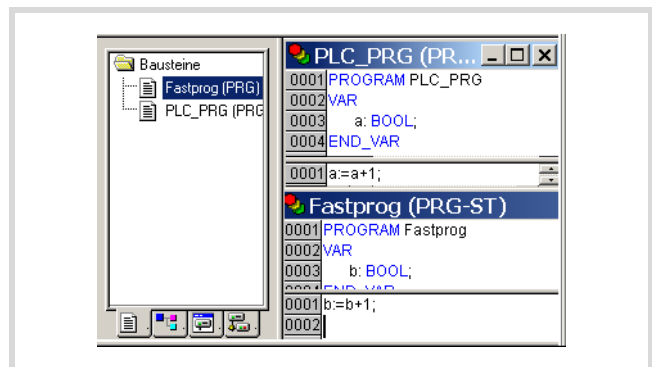

Abbildung 29: Programm erstellen
- Erstellen Sie die POUs „PLC_PRG“ und „Fastprog“ gemäß Abbildung 29.